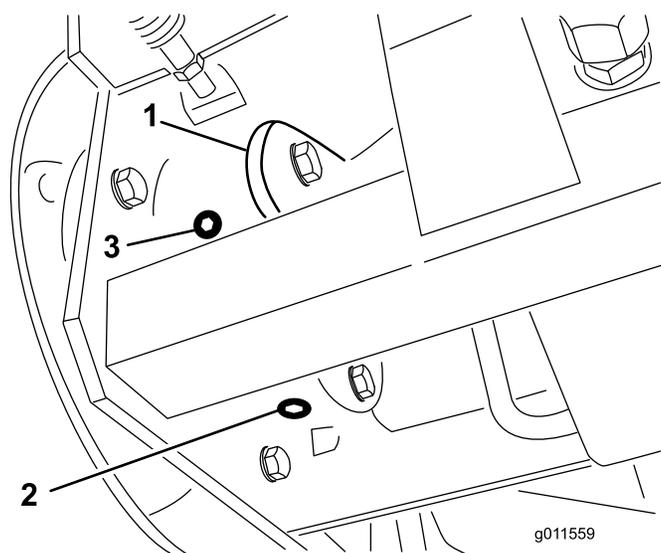

**Figure 63**
3. Tournez les roues jusqu'à ce que le bouchon de contrôle/vidange (Figure 63) soit en bas.